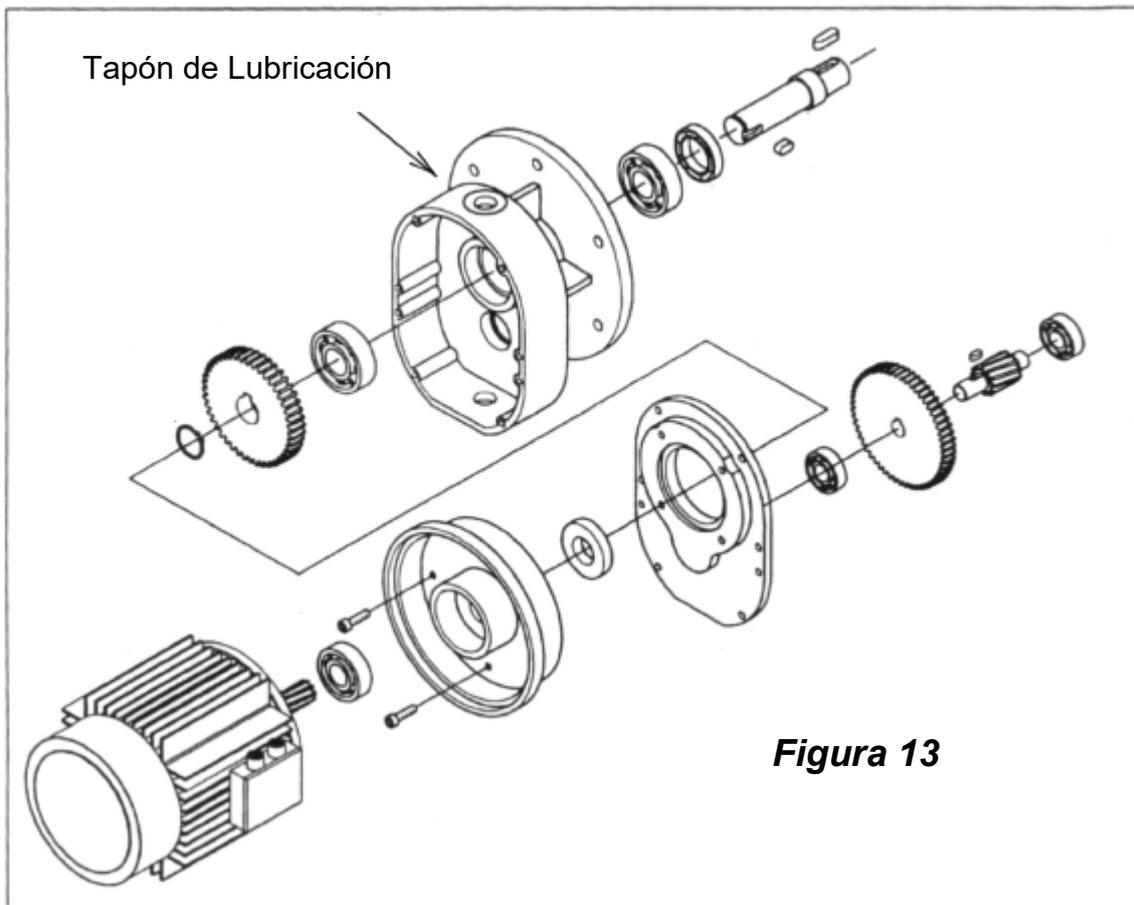

Figura 13
Se hace la reducción por medio de 2 conjuntos de piñón-corona, según lo indicado en la figura 13, abajo.
Para el armado y desmote del Moto-Reductor (22) siga las instrucciones (figura 13) abajo:
1. Antes de cualquier operación de manutención, asegúrese que la máquina esté apagada, con la Llave Conmutadora (01) en la posición “O” y la Llave de Emergencia (04) trabada;
2. Afloje los tornillos de la brida del Reductor (22), que lo fijan al Arco (17), y remueva el conjunto del Volante (38);
6. Apriete los tornillos de la caja de reducción y arme nuevamente el conjunto en el Arco (17);